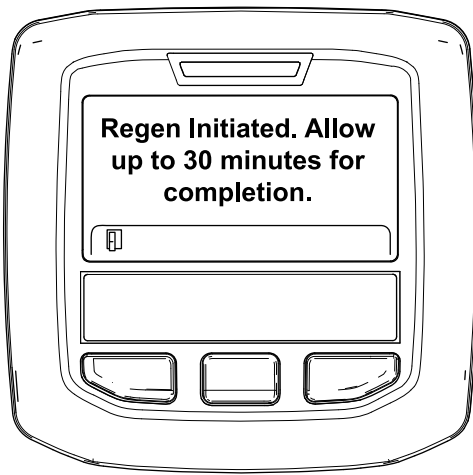

Bild 49
- Wenn die Regenerierung zugelassen wird, wird die Meldung „Regen. Initiated. Allow up to 30 minutes for completion“ im InfoCenter angezeigt. Warten Sie, bis die Maschine die geparkte Regenerierung abgeschlossen hat (Bild 49).